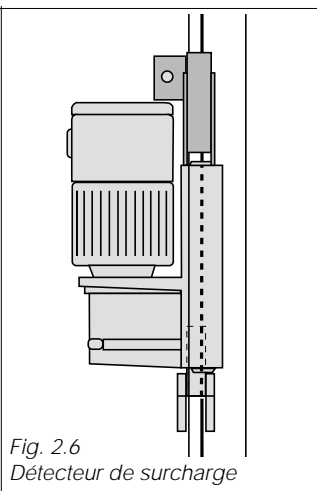

Fig. 2.6
2.4. Détecteur de surcharge (Fig. 2.6)